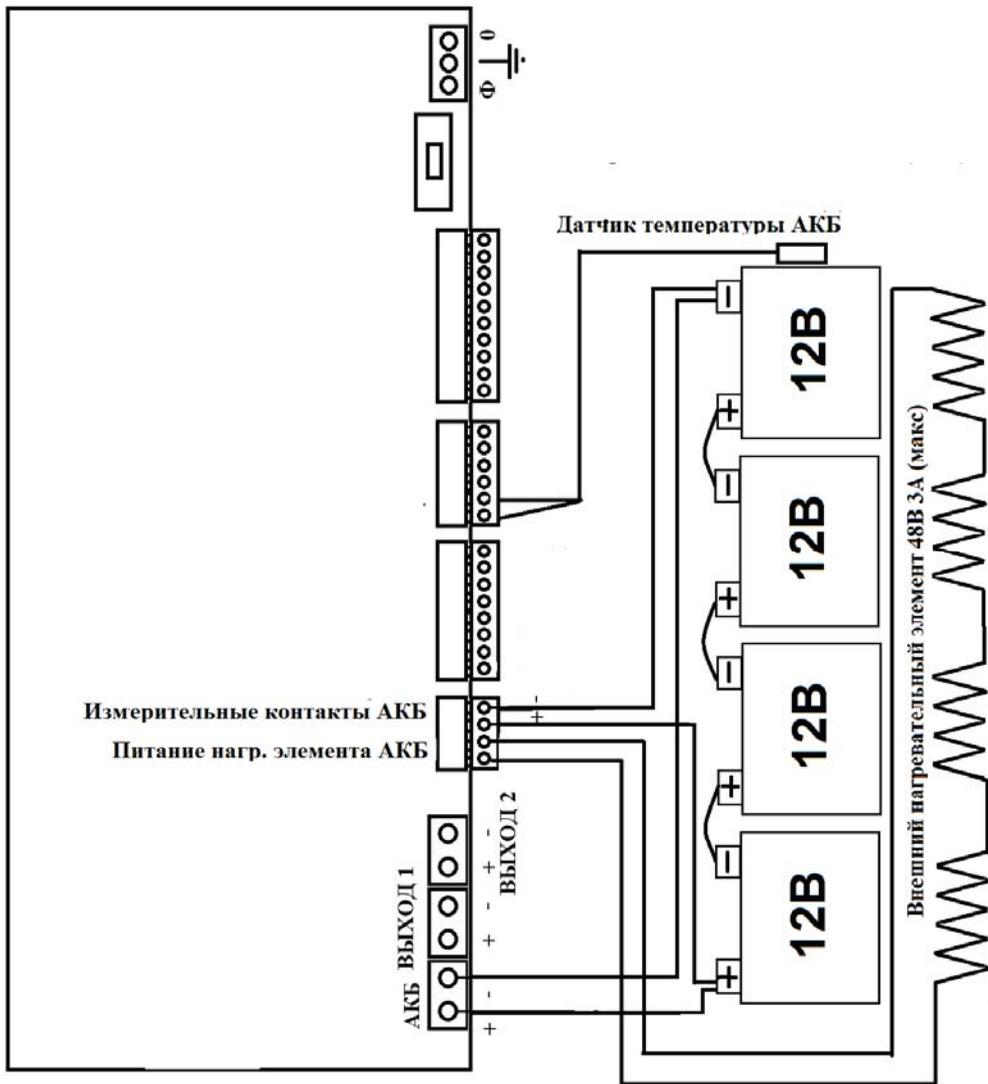

Рисунок 6 – Подключение АКБ с внешним устройством обогрева АКБ с отключением обогрева в режиме «РЕЗЕРВ».
В источнике реализована возможность использования внешнего нагревательного элемента для обогрева АКБ (см. рисунок 6) в случае эксплуатации при отрицательных температурах окружающей среды.
- ◆ При необходимости термокомпенсации напряжения заряда АКБ и нагрева при отрицательных температурах окружающей среды подключить внешнее устройство обогрева АКБ (см. рисунок 6) или термостаты АКБ к соответствующим контактам источника (см. рисунок 7).
- ◆ Установить термодатчик на одну из АКБ или к термостату АКБ (см. рисунок 6,7)..